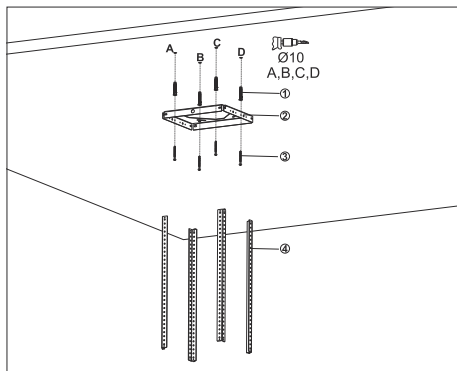

Fig. 10
1. ➤ Markera A, B, C & D(Fig. 10).
2. ➤ Sätt nu Ö10 mm rawplugs i A, B, C & D(Fig. 10).
3. ➤ Montera nu luftlansen att skruva fast dem 4 stk 5,5x60 skruvar på A, B, C & D(Fig. 10).